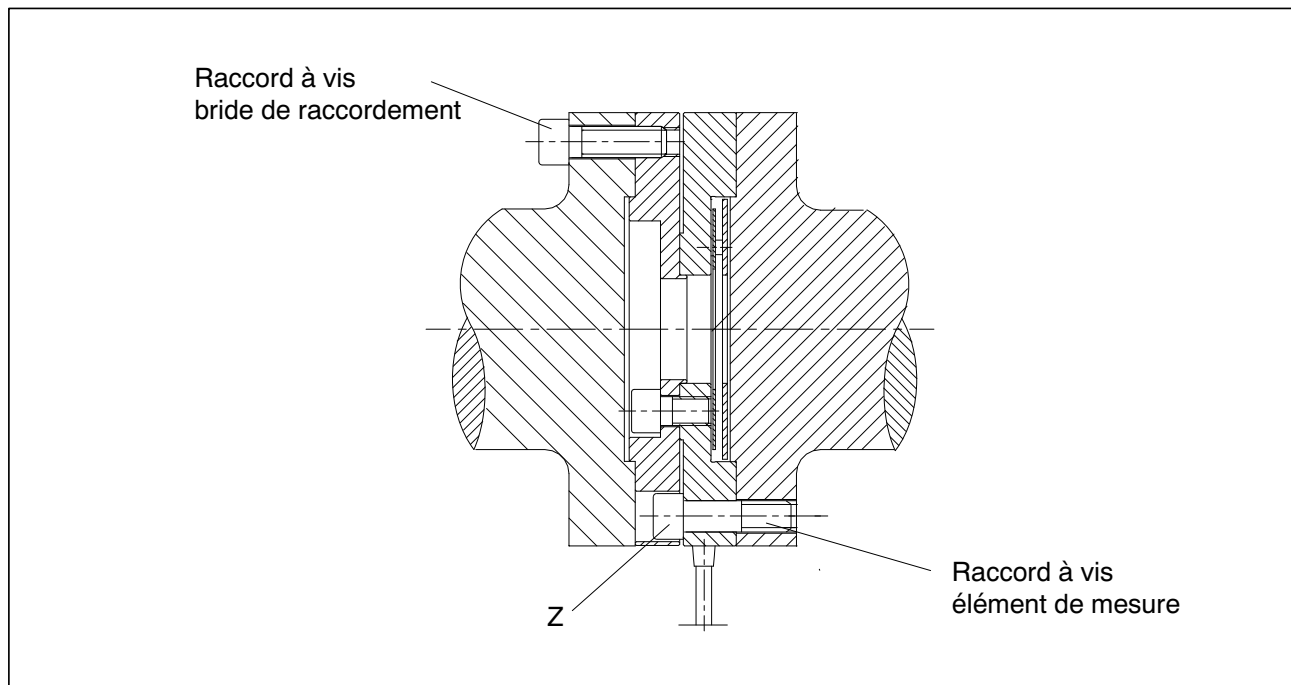

Fig. 4.17 : Raccord à vis de l'élément de mesure
Les têtes de vis (Z) (voir Fig. 4.17) ne doivent pas toucher la bride de raccordement.